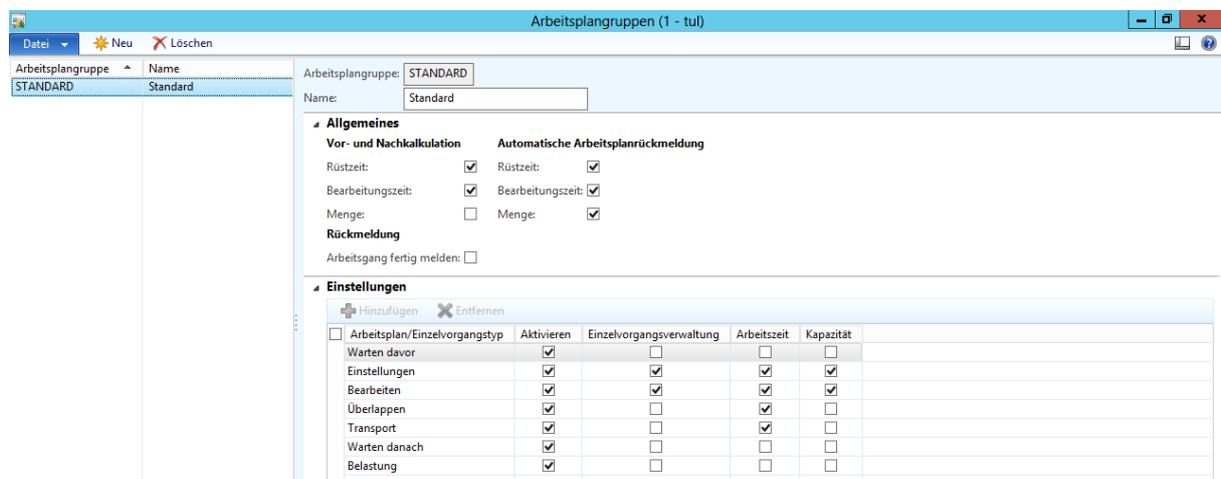

Abbildung 42: Arbeitsplangruppe: STANDARD Standard, eigene Abbildung 2014, Screenshot: MS Dynamics AX 2012, R2
- Bearbeitungszeit und Menge werden aufgrund der ausgewählten Optionen *Bearbeitungszeit* und *Menge* in der Arbeitsplangruppe *STANDARD Standard* im Reiter *Allgemeines* (siehe Abbildung 42) erfasst.